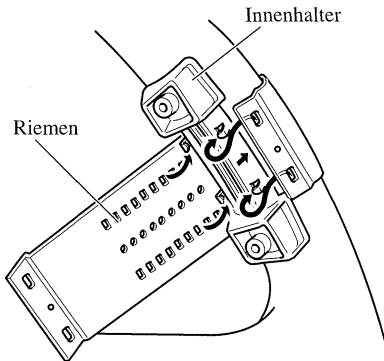

Abb. 10
1. Den Innenhalter mit dem Riemen am Innenumkreis des Lenkrads anbringen. (Abb. 10)